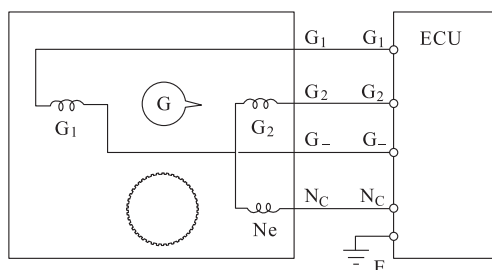

图 4-28 曲轴位置传感器与 ECU 的连接电路
(3) 连接电路 曲轴位置传感器与 ECU 的连接电路如图 4-28 所示。
(4) 检测